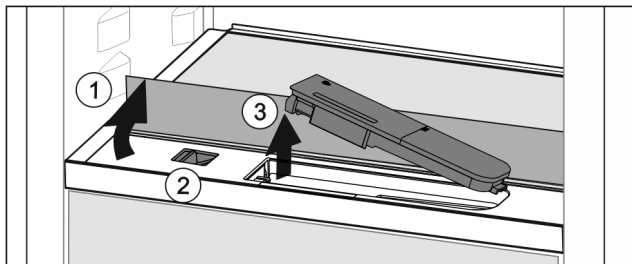

Fig. 127
- Sollevare il ripiano di vetro e ribaltarlo all'indietro fino all'arresto Fig. 127 (1).
- Spostare il cursore Fig. 127 (2) a sinistra.
- Rimuovere il serbatoio dell'acqua Fig. 127 (3).